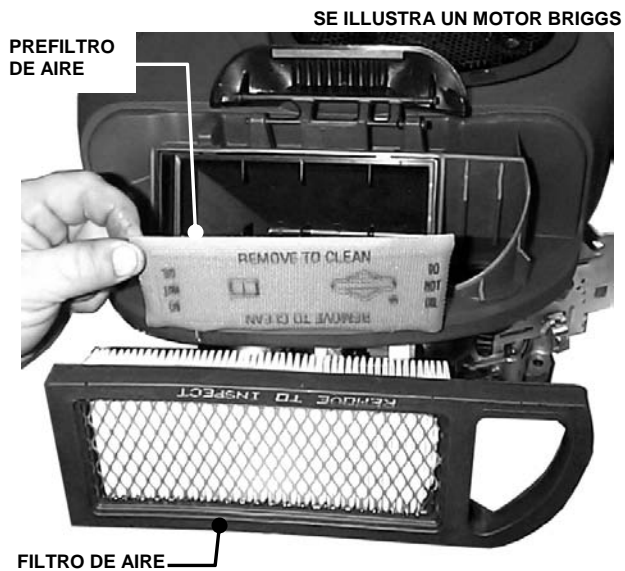

FIGURA 3.5
3. Para las instrucciones de limpieza y servicio, consulte el manual del motor. Retire y limpie el prefiltro de aire del motor. Retire y limpie el filtro de aire del motor. Vea la figura 3.5. Instale el prefiltro y el filtro de aire según lo indicado en el manual del motor.